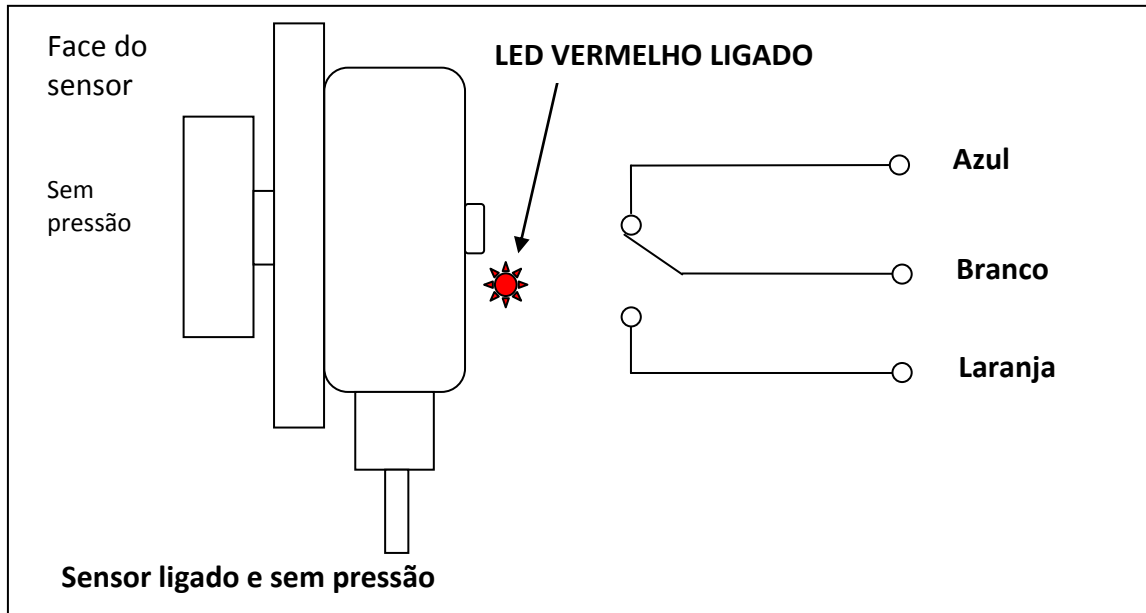

Figura 8 – TouchSwitch em estado OK
- 2) À mão, rode o manípulo de teste lentamente (consulte a Figura 8) para a direita até que o LED se DESLIGUE.